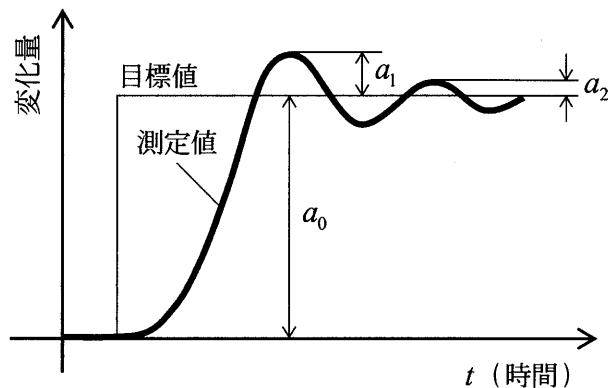

図3
2) PID 調整パラメータの制御指標として、一般に、図3に示すように、設定値をステップ状に変化させ、測定値の追従性を見たときの $\frac{a_2}{a_1}$ に相当する や、 $\frac{a_1}{a_0}$ に相当する が使用される。